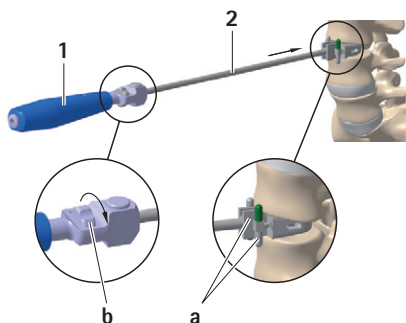

Fig. 1
- ▶ Montare la guida dello scalpello **2** con l'altezza e l'angolo di impianto desiderati sull'impugnatura **1**, vedere Fig. 1.
- ▶ Ruotare la rotellina **b** in senso orario e impostare l'arresto di sicurezza **a** sulla lunghezza più breve dello scalpello, vedere Fig. 1.
- ▶ Inserire centralmente la guida dello scalpello **2** nello spazio discale e regolare l'arresto di sicurezza **a** alla profondità dello scalpello desiderata, monitorando radiograficamente, vedere Fig. 1.